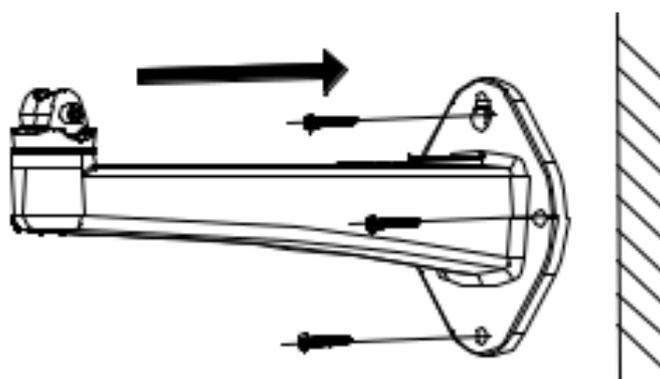

Рисунок 2.6
6) Прикрепите кронштейн к стене (рис. 2.6):